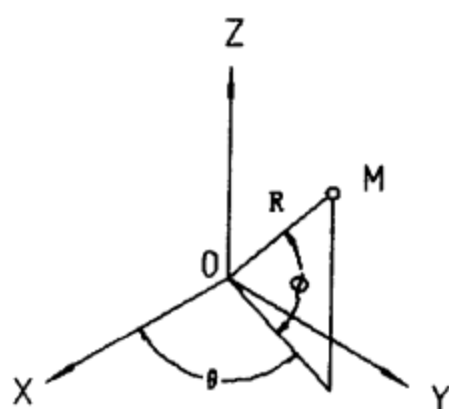

图 2-5 球面坐标系
(3) 球面坐标系。球面坐标表示空间某一点的位置, 需要具有 R , θ , Φ 一组数值。 R 为空间点到坐标原点的距离, θ 为空间点与坐标原点的连线 (R) 在 XOY 平面上的投影与 X 轴之间的夹角, Φ 为空间点与坐标原点的连线 (R) 与 XOY 平面的夹角, 如图 2-5 所示。输入坐标时, 距离 (R)、角度 (θ) 和角度 (Φ) 三者之间用 “<” 隔开。